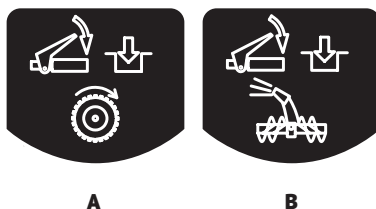

Рис. 14
- Управление шнеком расположено на правой ручке снегоуборщика (рис.14 В).
- Управление ходом движения расположено на левой ручке снегоуборщика (рис.14 А).